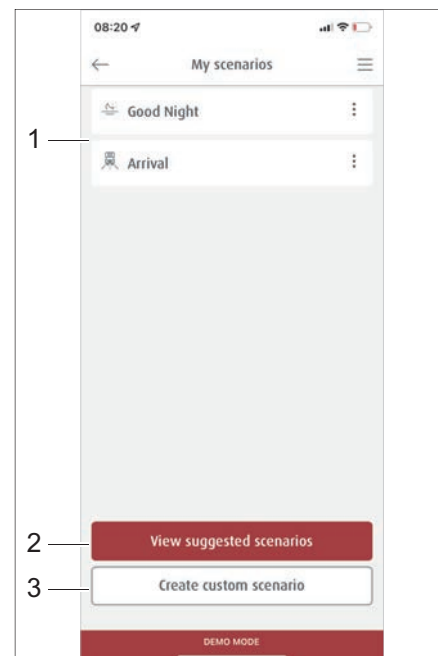

Bild 278 Administrera scenarior
I området *Scenarior* listas alla sparade scenarior (Bild 278,1). Färdiga scenarior (Bild 278,2) kan visas och nya skapas (Bild 278,3).
- På menyn *Scenarior* klickar du på knappen *Visa färdiga scenarior* (Bild 278,2) tippen.
Knapparna för de valda scenarierna är inramade i rött och finns med i listan på menyn *Mina scenarior* (Bild 278,1).